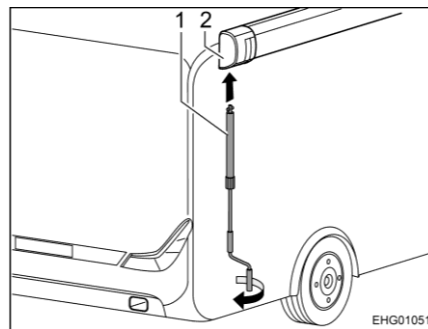

Fig. 14 Mettre la manivelle en place
- Emboîter la manivelle (Fig. 14,1) dans la douille à baïonnette (Fig. 14,2) du store extérieur.